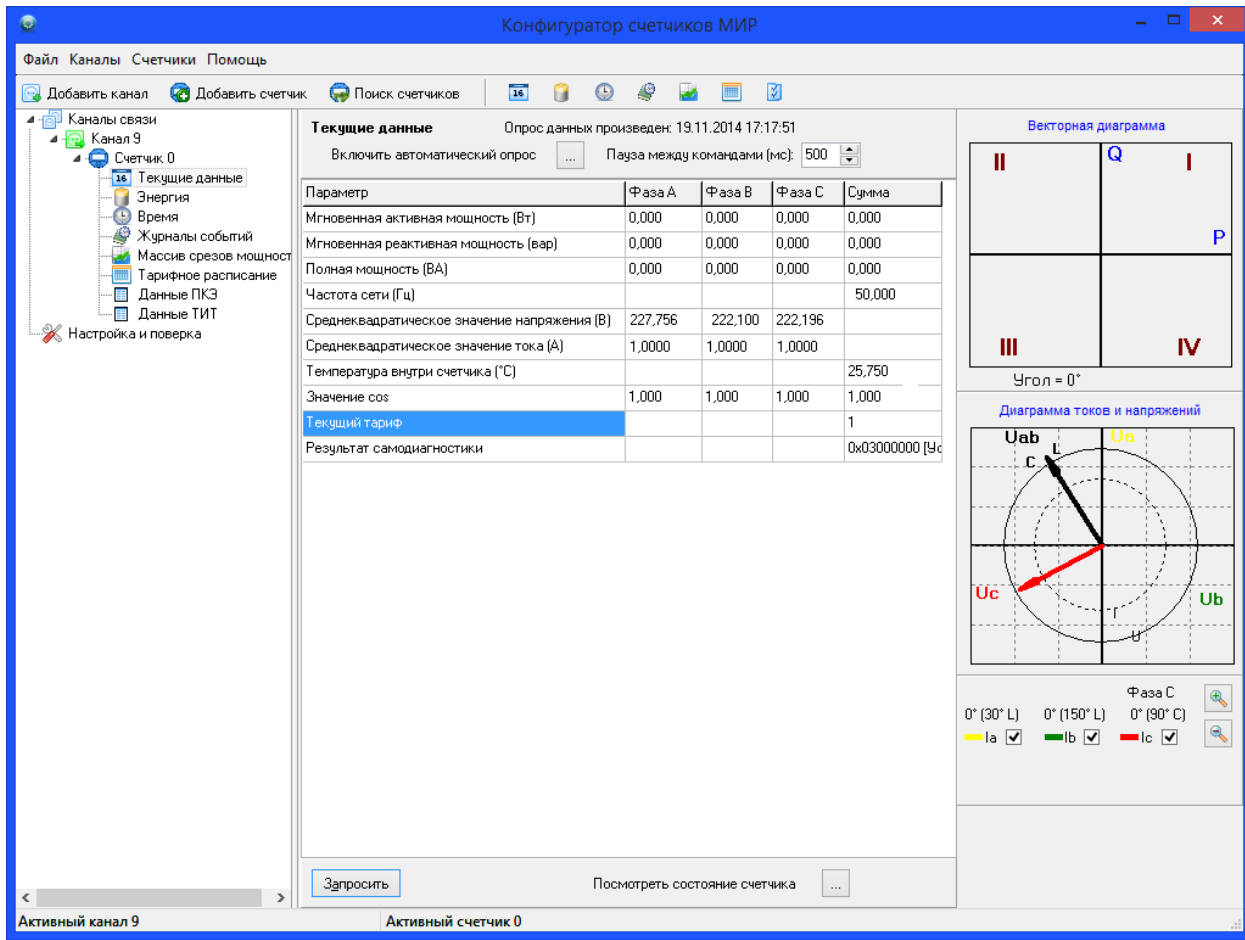

Рисунок 9.57 – Просмотр текущих данных
9.8.2.1 Для просмотра данных текущих измерений необходимо в свойствах счетчика выбрать пункт *Текущие данные* и нажать кнопку *Запросить* (рисунок 9.57).